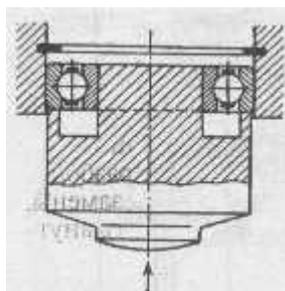

Рис. 120. Приспособление для установки и выпрессовки подшипников
2. Укрепить универсальный съемник на одной из половин картера (как для разъединения картера) и вставить в подшипник приспособление (рис. 120) для выпрессовки (и запрессовки) подшипников. Затем ввинтить болт съемника до упора в приспособление.
2. Установить между наружным коренным подшипником и болтом универсального съемника, укрепленного на картере, приспособление для выпрессовки (и запрессовки) подшипников (см. рис. 120).
4. Надеть подшипник на приспособление, см. рис. 120.
2) надев лабиринтное уплотнение на оправку, см. рис.120, и смазав его посадочную поверхность моторным маслом, точным и быстрым движением посадить уплотнение в гнездо картера до упора в стопорное кольцо. Если лабиринтное уплотнение не дошло до конца, то возможно при недостаточном нагреве картера, следует немедленно попытаться дослат его до конца, легко ударяя по оправке молотком или киянкой.